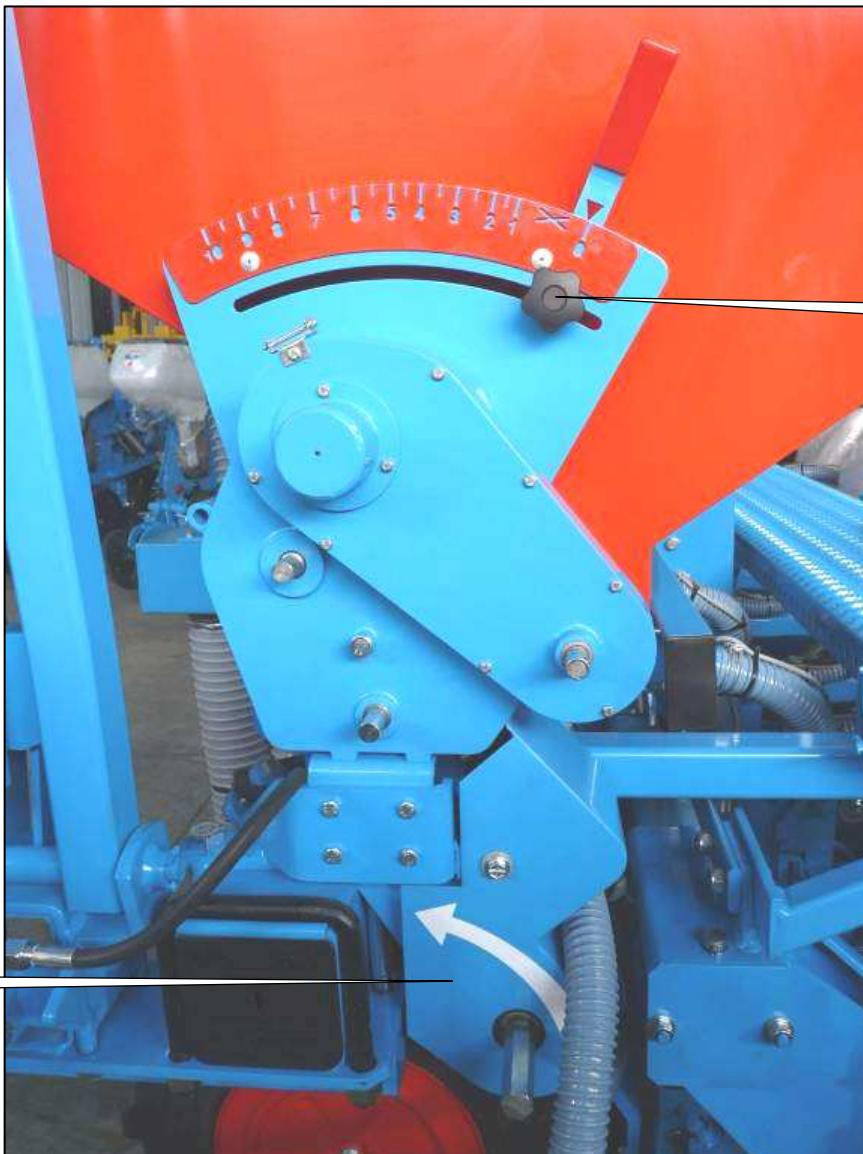

Fig. 1
- Far ruotare all'indietro la lamiera (A fig. 1) che si trova nella tramoggia in modo da formare un imbuto per il riempimento.
- 1 - Démonter le carter d'entraînement (D fig. 1)